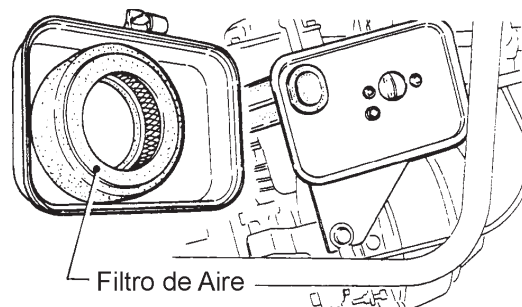

Figura 12. Filtro de Aire del Motor
- El filtro limpiador de aire (figura 12) en el lado del motor difícilmente será contaminado, si lo está, después de haber limpiado el elemento con kerosene, sumérjalo en una mezcla de aceite consistente de 3 partes de gasolina y una de aceite de motor. Después exprima suavemente el elemento primario (esponja) y sacuda bien el elemento interno secundario antes de instalarlos.